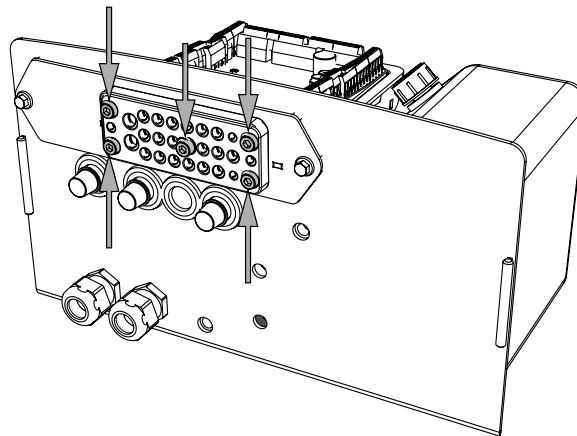

Bild 39. Kabelgenomföringens fem skruvar
För att kunna montera/demontera/justera kablar i kabelgenomföringen, behöver de fem skruvarna lossas, se Bild 39.
1. Lossa kabelgenomföringens fem skruvar, se Bild 39. Kablar kan nu monteras/demonteras/justeras i kabelgenomföringen. Vid montering av kabel, ska kabeln monteras tillsammans med befintligt kablage med hjälp av buntband.
1. När alla kablar är på lämplig plats i kabelgenomföringen, dra åt de fem skruvarna, se Bild 39. Åtdragningsmoment: 5 Nm.